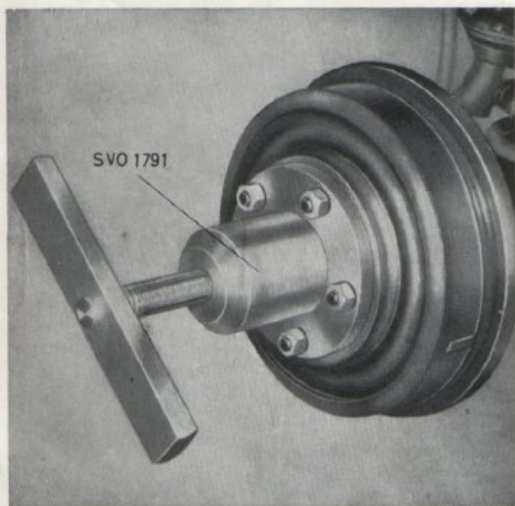

Bild 1. Demont. av hjulnav.
1. Tag bort hjulet och drag av hjulnavet, bild 1. Använd avdragare SVO 1791. Tag bort bromsskölden efter att ha placerat en träklots under bromspedalen och lossat bromsledningen från skölden.
1. Tag bort hjulet och drag av hjulnavet, bild 1.
1. Placera bakaxeln i ett ställ eller på ett par bockar med lagom arbetshöjd. Drag av bakhjulsnaven med avdragare SVO 1791, se bild 1.